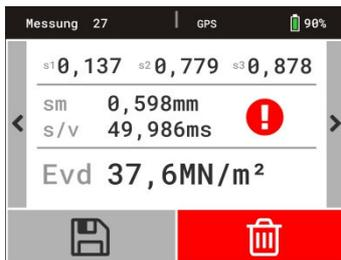

Bild 15
**Weicht ein Setzungswert um 50% oder mehr von der mittleren Setzung  $s_m$  ab, erscheint auf dem Display ein Ausrufezeichen (Bild 15). Es handelt sich vermutlich um eine Fehlmessung. Die Messreihe sollte verworfen und die Messung wiederholt werden.**